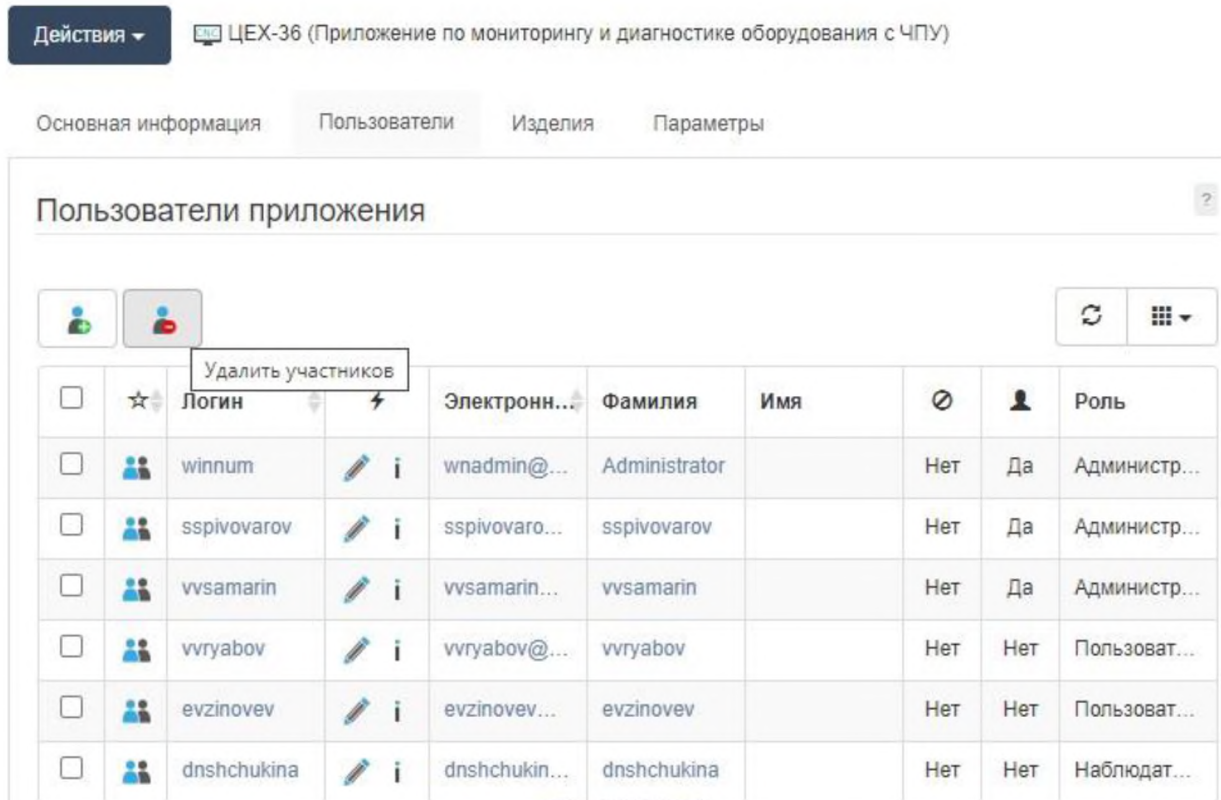

Рисунок 27 – Удаление или изменение участника приложения
7) Нажмите кнопку вверху формы (рис. 27):